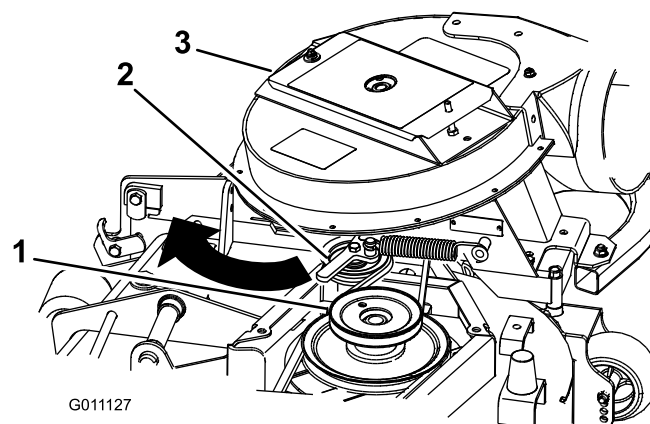

Figura 19
- Empurre a polia intermédia da mola para trás e coloque a correia em redor da polia da plataforma do cortador. Certifique-se de que a correia está correctamente colocada em redor das polias do soprador (Figura 19).